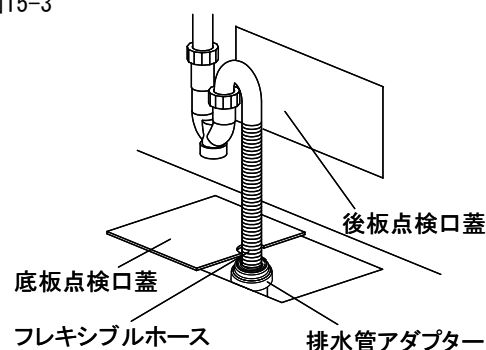

図15-4
- ③底板点検口穴に、トラップのフレキシブルホースを通してください。(図15-4)